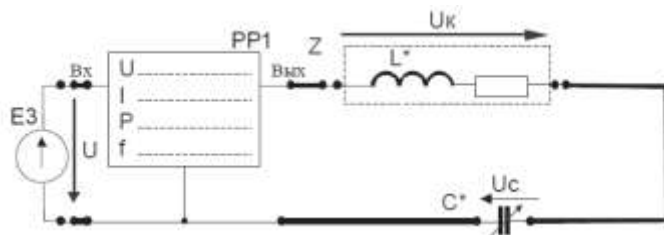

Рисунок 11 - Цепь с последовательным соединением реальной катушки индуктивности и конденсатора
4. Собрать электрическую цепь с последовательным соединением реальной катушки индуктивности L^* конденсатора C^* (рис. 11), используя элементы цепи в соответствии с заданным вариантом (табл. 19). Предъявить схему для проверки преподавателю.